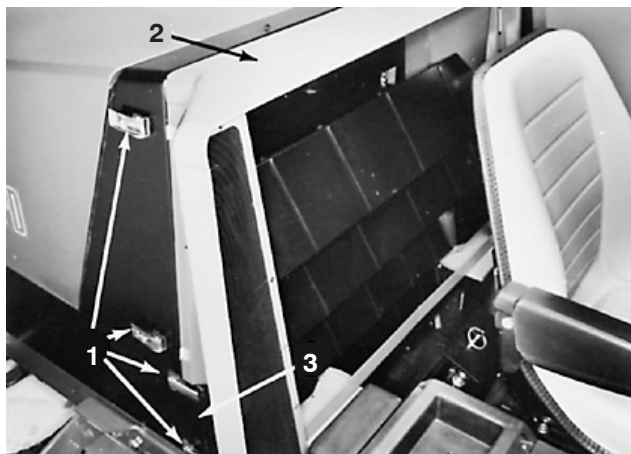

Bild 42
- B. Entriegeln Sie die Riegellaschen an beiden Seiten und nehmen Sie die Kühlerhaube und die Rippenhalterung ab (Bild 42).